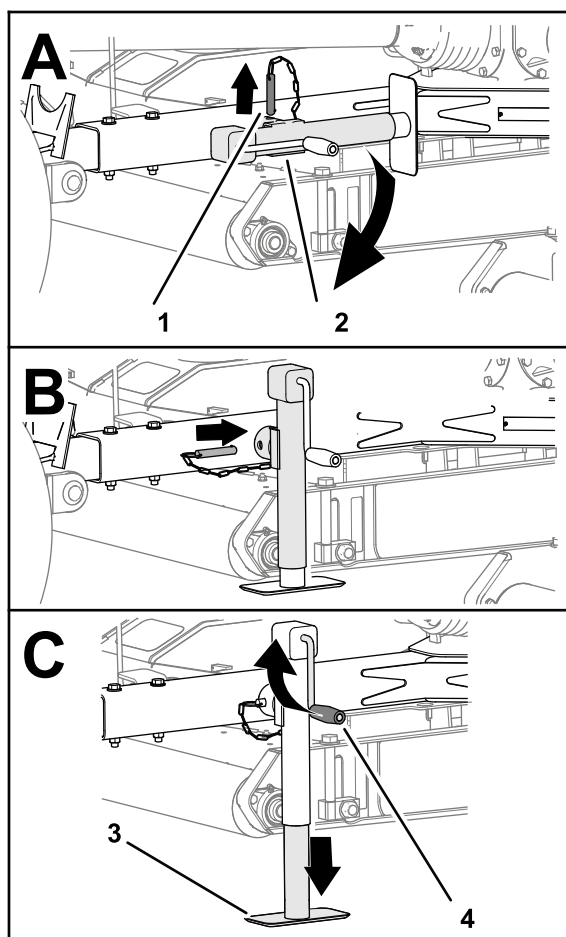

Рисунок 23
3. Извлеките штифт и поверните домкрат буксировочной штанги вертикально (Рисунок 23).
4. Совместите отверстие в буксировочной штанге с отверстием в домкрате (Рисунок 23).
5. Вставьте штифт в отверстия буксировочной штанги и домкрата (Рисунок 23).
2. Вращайте рукоятку домкрата так, чтобы полностью поднять опорную плиту домкрата; см. Рисунок 23 в разделе Использование домкрата буксировочной штанги \(страница 18\).